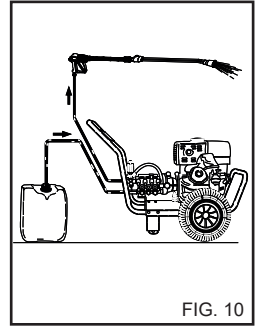

FIG. 10
1) Nach einem Waschvorgang mit Reinigungsmittel den Absaugzyklus nachspülen; das Absaugrohr (Fig.10) in einen Kanister mit sauberen Wasser stecken und die Pumpe bei völlig geöffnetem Dosierungshahn und bei Lanze in Reinigungsmittel-Abgabeposition eine Minute lang laufen lassen.
4) Nach einem Waschvorgang mit Reinigungsmittel den Absaugzyklus nachspülen; das Absaugrohr (Fig. 10) in einen Kanister mit sauberem Wasser stecken und die Pumpe bei völlig geöffnetem Dosierungshahn und bei Lance in Reinigungsmittel-Abgabeposition eine Minute lang laufen lassen.